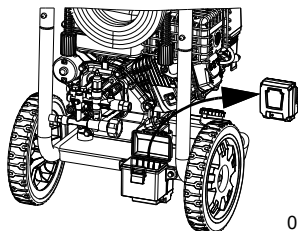

Figure 4-13. Sortir la batterie
1. Voir Figure 4-13. Sortir la batterie du boîtier.